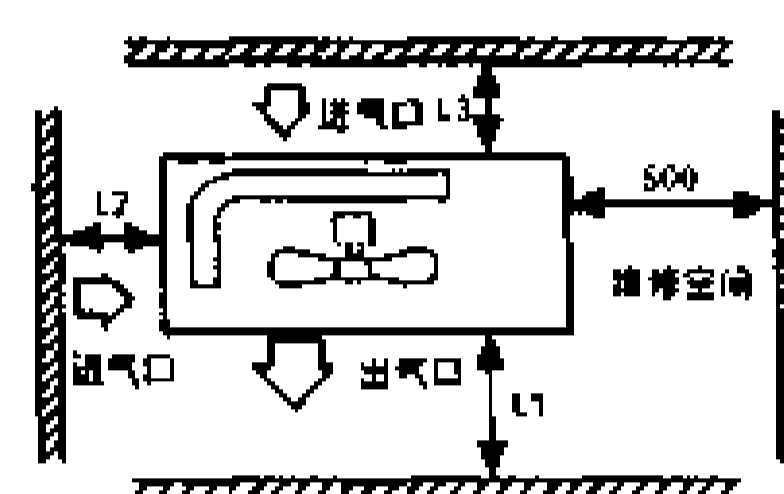

图 5-2-26
1) 机器四周所需的敞开空间。如图 5-2-26 及下表所示。